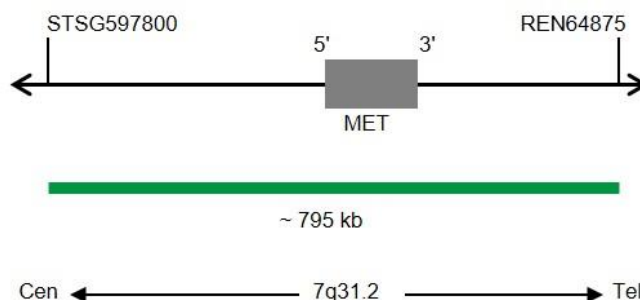

Fig. 1: SPEC MET Mapa de la sonda (no está a escala)
- Polinucleótidos marcados en verde (excitación a 503 nm/emisión a 528 nm) ZyGreen (~10 ng/ $\mu$ l), dirigidos a secuencias localizadas en 7q31.2\* (chr7:115,925,700-116,718,699) que albergan la región del gen MET (ver Fig. 1).